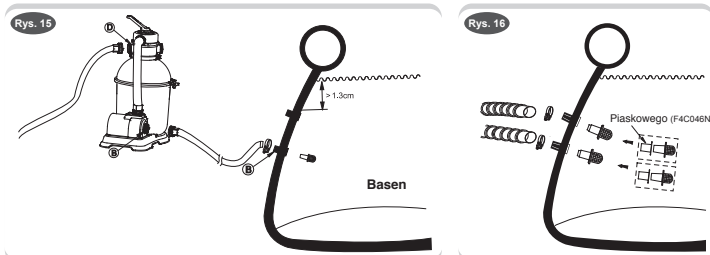

Rys. 4
- Według normy EN60335-2-41 TEST, filtr piaskowy należy przymocować jeszcze przed jego użyciem do podłoża albo stabilnego postumentu drewnianego lub betonowego w pozycji pionowej, żeby zapobiec jego ewentualnemu przewróceniu się. Zmontowany filtr piaskowy będzie ważył ponad 18kg. Średnica otworów do mocowania powinna wynosić 8mm i powinny znajdować się od siebie w odległości 200mm. Do przymocowania filtra piaskowego do postumentu użyj dwóch śrub z nakrętkami o maksymalnej średnicy 8mm. (Zob. Rys. 4)